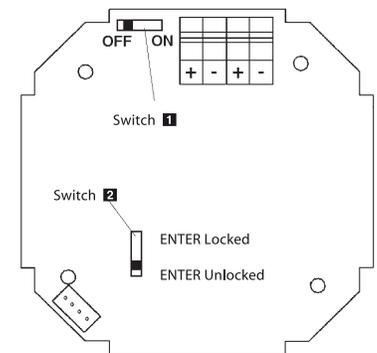

Figure 7
7. Mettre le débitmètre sous tension « ON » – Retirer les quatre vis et le couvercle, puis placer l'interrupteur en position « ON » (voir la Figure 7).
8. Verrouillage de la touche ENTER – Il est possible de verrouiller la touche ENTER pour empêcher l'accès au menu d'étalonnage, en particulier à l'option de remise à zéro des totalisateurs. Enlever le couvercle et placer l'interrupteur en position « ENTER locked » (voir la Figure 7).
2. S'assurer que le débitmètre est sous tension (ON) (voir la Figure 7).